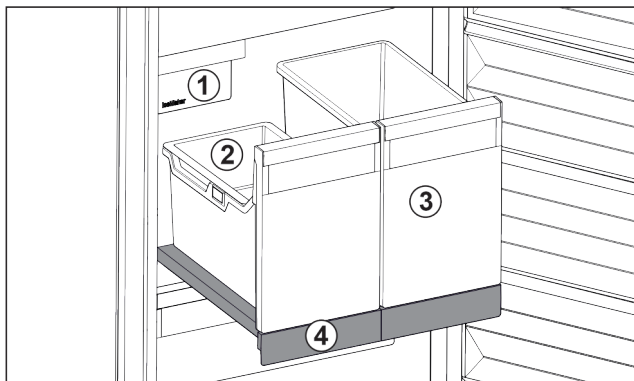

Fig. 103 Ripiano estraibile con IceTower
- (1) IceMaker
- (2) Vaschetta da agganciare per cubetti di ghiaccio
- (3) Contenitori ad es. per pizza, bevande alcoliche
- (4) Ripiano estraibile
Sul ripiano estraibile ci sono due contenitori alti (IceTower). I cubetti di ghiaccio dall'IceMaker vengono raccolti e conservati nel contenitore Fig. 103 (2). Il contenitore Fig. 103 (3) è adatto per conservare alimenti alti come pizze o bevande alcoliche.